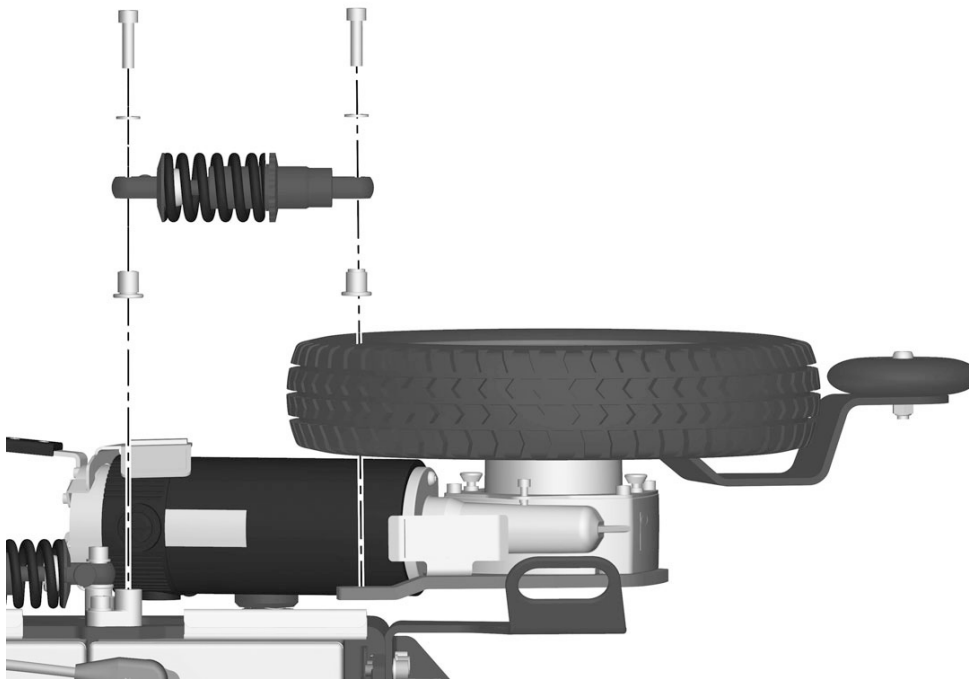

Abbildung 45. Montage/Demontage des vorderen Stoßdämpfers
5. Stoßdämpfer demontieren. Er ist mit zwei Schrauben und Unterlegscheiben befestigt. Siehe Abbildung. 45.
1. Lagerungspunkte (1) des Stoßdämpfers vor der Montage einfetten.
2. Stoßdämpfer mit den zwei Schrauben und zugehörigen Beilagscheiben montieren. Siehe Abbildung. 45.
5. Stoßdämpfer demontieren. Er ist mit zwei Schrauben, Unterlegscheiben und einer Mutter befestigt. Siehe Abbildung. 45 *Montage/Demontage des vorderen Stoßdämpfers*.
2. Stoßdämpfer mit den zwei Schrauben, den zugehörigen Beilagscheiben und Muttern montieren. Siehe Abbildung. 45.